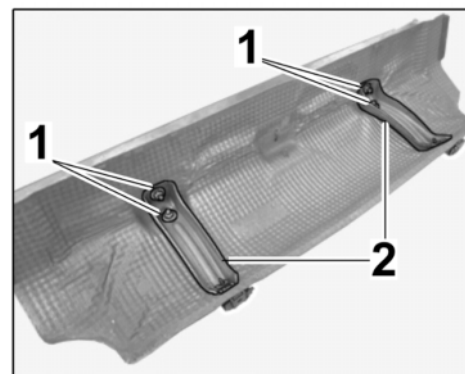

Bild 41
- 8.1.2 Sechskantmutter $\Rightarrow$ Bild 41
zen $\Rightarrow$ Bild 41 -2- abnehmen.